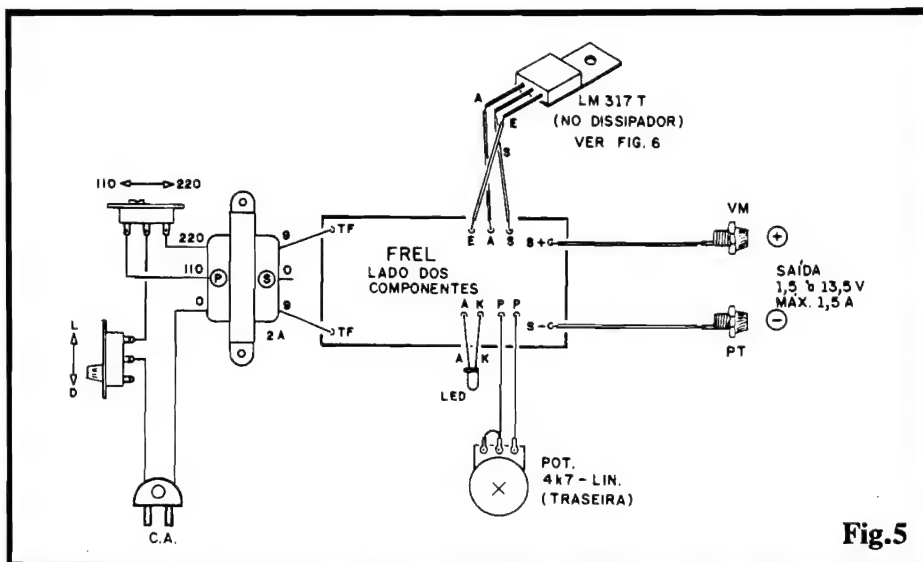

Fig.5
- **FIG. 5 - CONEXÕES EXTERNAS À PLACA** - Tão importantes quanto a inserção/soldagem dos componentes **sobre** a placa (figura anterior), são as ligações de peças que ficam fora do Impresso, detalhadas no diagrama (onde a placa ainda é vista pela face